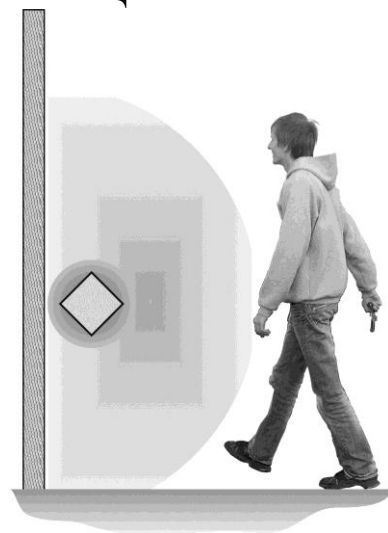
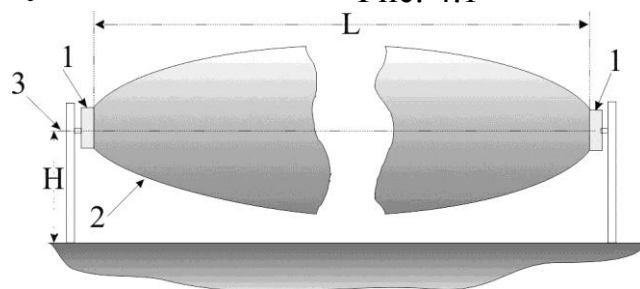
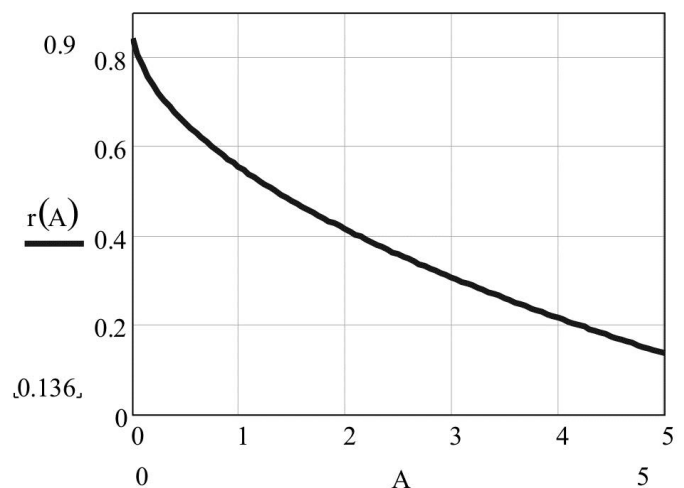
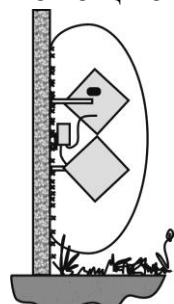

Рис. 4.1
Рис. 4.2
Рис. 4.4
Рис. 4.6
4.2 При формировании ЗО вдоль отражающего заграждения (стены здания или др. поверхности), ширина ЗО изменяется в зависимости от расстояния от оси ЗО до заграждения. Чем ближе ось ЗО располагается к заграждению, тем шире ЗО (рис. 4.1), и наоборот, чем дальше отодвигается ось ЗО от заграждения, тем уже ЗО, вплоть до зоны «прямой видимости» блоков БПРД и БПРМ (сечения основной ЗО). Расстояние от оси ЗО до заграждения можно оперативно изменять, применяя телескопические кронштейны KB3-2Т, для дополнительной регули-
4.5 При выборе высоты установки необходимо учесть, что при приближении к БПРД (БПРМ) вдоль оси, ЧЗ «сужается» как показано на рис. 4.2. На рис. 4.4 показана зависимость расстояния « $r(A)$ » от нижнего края чувствительной зоны до поверхности земли при приближении к БПРД (БПРМ) на расстояние « $A$ ». При расчете принято, что центры блоков находятся на высоте 0,9 м от поверхности земли. Вблизи от указанных блоков ширина ЗО равна ширине блоков. В случае другой высоты установки блоков, необходимо сделать линейную поправку, т. е. сдвинуть ось « $A$ » вверх при меньшей высоте или вниз – при большей.
4.7 На большей части контролируемого участка ЗО имеет форму усеченного эллипсоида, примыкающего к заграждению (см. рис. 4.1). Однако (см. п. 4.5 и рис. 4.2) при приближении к БПРД (БПРМ) ЗО «сужается» и необходимо прикрыть образовавшиеся «проходы» с помощью либо ЗО смежного участка, как показано на рис. 4.6 (вид с